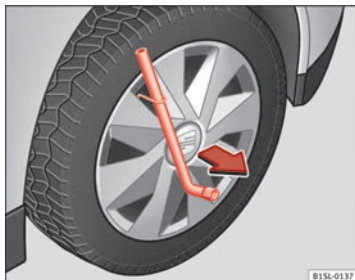

Fig. 134 Démontez l'enjoliveur intégral.
- Introduisez la clé démonte-roue dans le crochet en fil de fer ⇒ fig. 134 puis tirez sur l'enjoliveur dans le sens indiqué par la flèche.